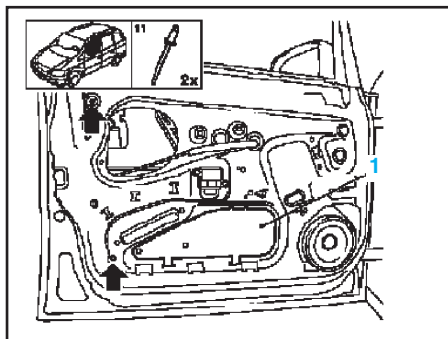

Fig.Car.22
- Descendre la vitre, dégraffer le recouvrement (1) et desserrer la glissière (flèche) (Fig.Car.22).